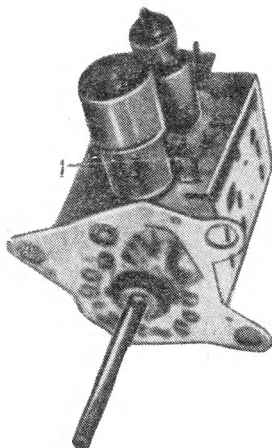

Рис. 7. Общий вид блока ПТК в телевизорах фирмы General Electric
Блоки ПТК выпуска 1961—1962 гг. имеют малые габариты и могут устанавливаться в любом месте шасси телевизора. На рис. 7 показан общий вид малогабаритного блока ПТК, применённого в телевизорах фирмы General Electric. Стрелка (1) указывает местонахождение элемента подстройки, которым пользуются при смене генераторной лампы.